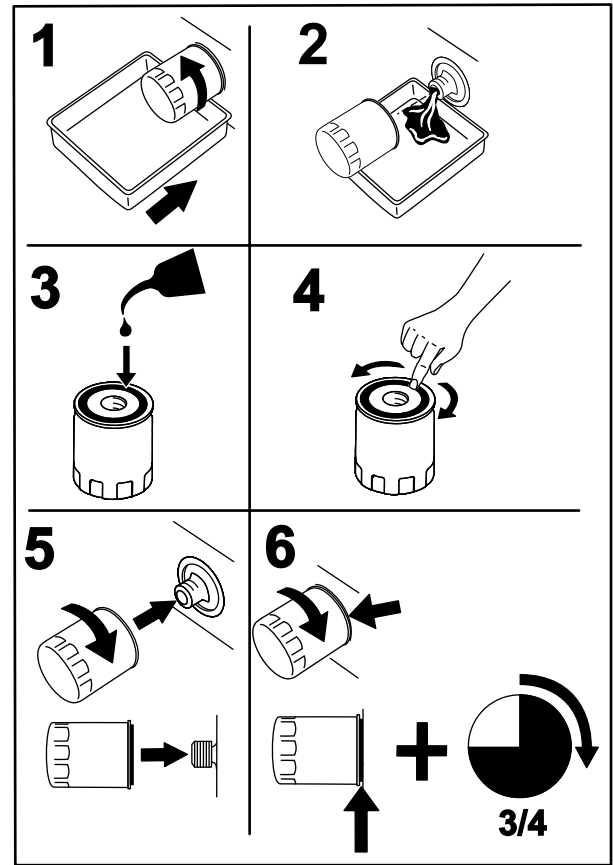

Figura 50
- Cambie el filtro de aceite del motor (Figura 50).